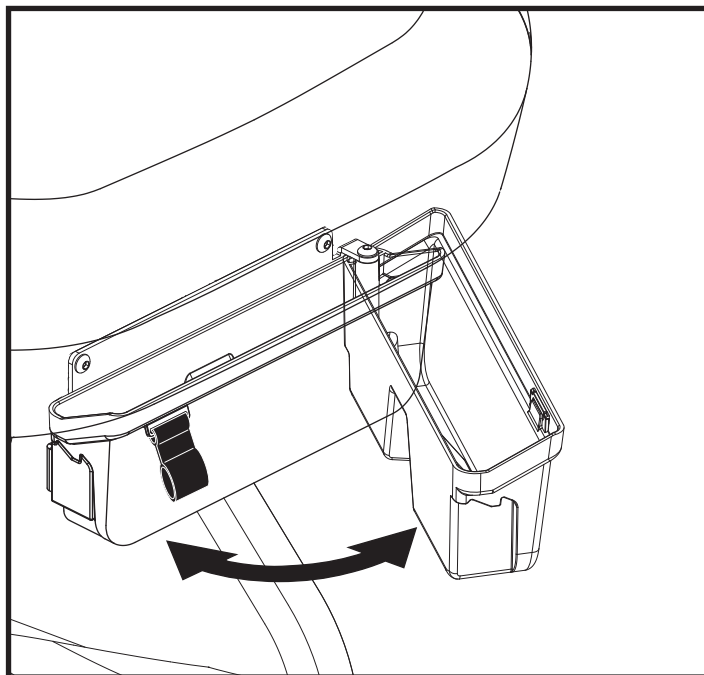

Figura 9. Compartimiento de almacenamiento abatible
2. Mueva el compartimiento de almacenamiento a la posición abierta. Ver la figura 9.
1. Abra el compartimiento de almacenamiento tirando de la manija de almacenamiento hacia arriba y hacia afuera. **Ver la figura 9.**
3. Retire los dos pernos del soporte de almacenamiento. **Ver la figura 9.**